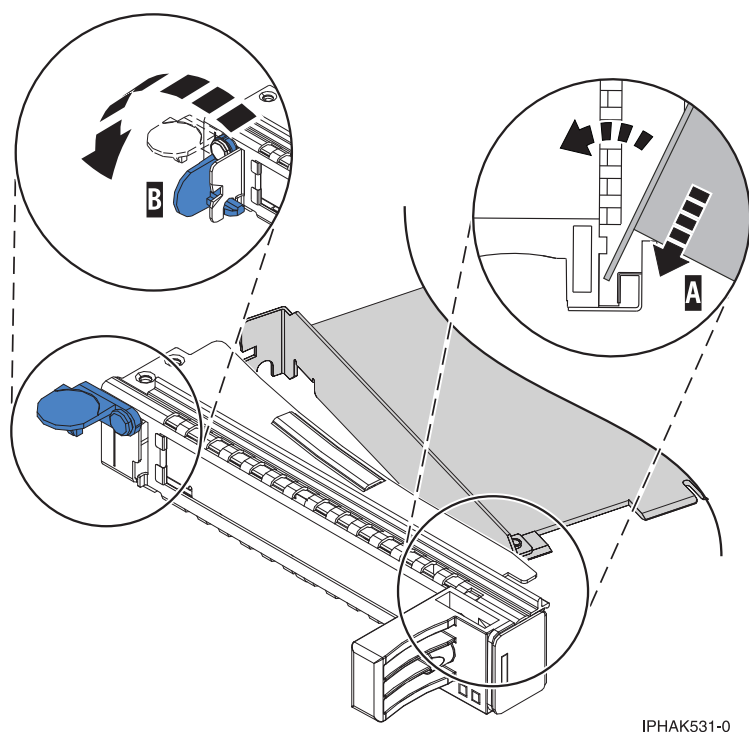

図 108. シングル幅 PCI アダプター・カセットから取り外されたアダプター
- テール・ストック・クランプをオープン位置にして、アダプターをテール・ストック保持溝 **A** にしっかりと挿入する。 158 ページの図 108を参照してください。
- c. テール・ストック・クランプ (B) を閉じる。 図 108を参照してください。